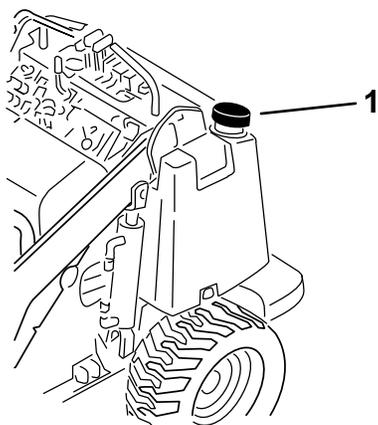

図 11
3. 燃料キャップの周囲をきれいに拭いてキャップを外す 図 11。